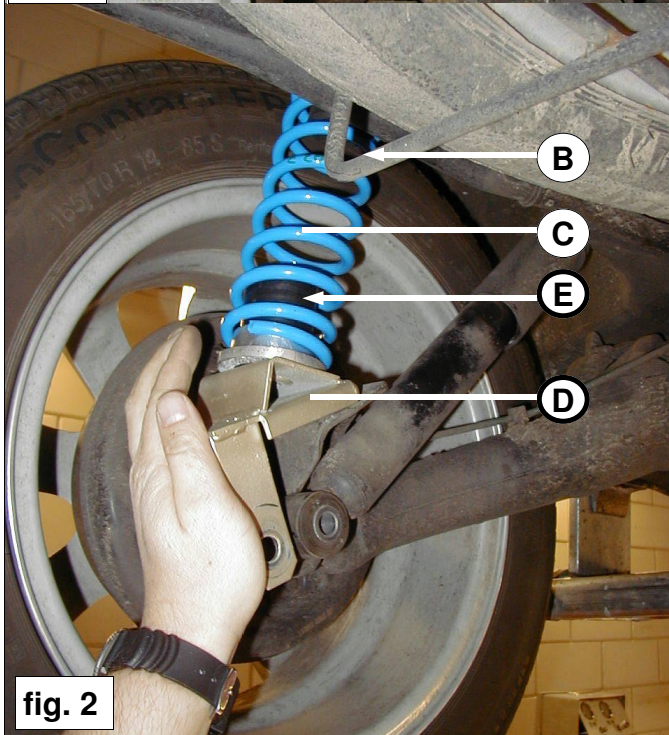

fig. 2
8. Drücke die Hilfsfeder **C** kräftig gegen dem Federteller **B** und platzieren Sie den untere Bügel **D** auf dem Tragarm Siehe fig. 2.
8. Poussez le ressort de renfort **C** fortement contre la coupelle de ressort **B** et montez pattes **D** sur le bras porteur. Voir fig. 2.